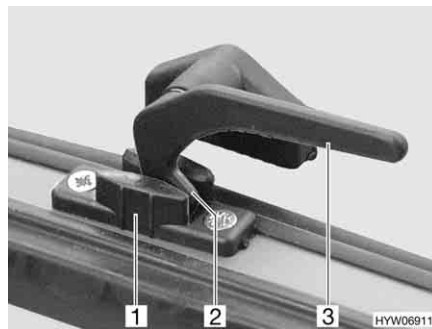

Fig. 66 Levier de verrouillage en position "Aération permanente"
- En position "Aération permanente" (Fig. 66)
- Tourner tous les leviers de verrouillage (Fig. 66,3) d'un quart de tour vers le centre du lanterneau.
- Remettre tous les leviers de verrouillage en position initiale. Le tenon de verrouillage (Fig. 66,2) doit pénétrer alors dans le logement prévu à cet effet dans le verrouillage du lanterneau (Fig. 66,1).